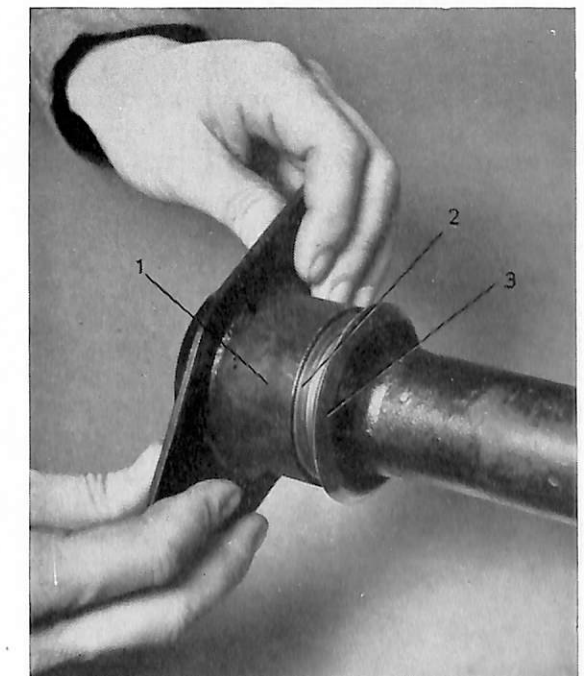
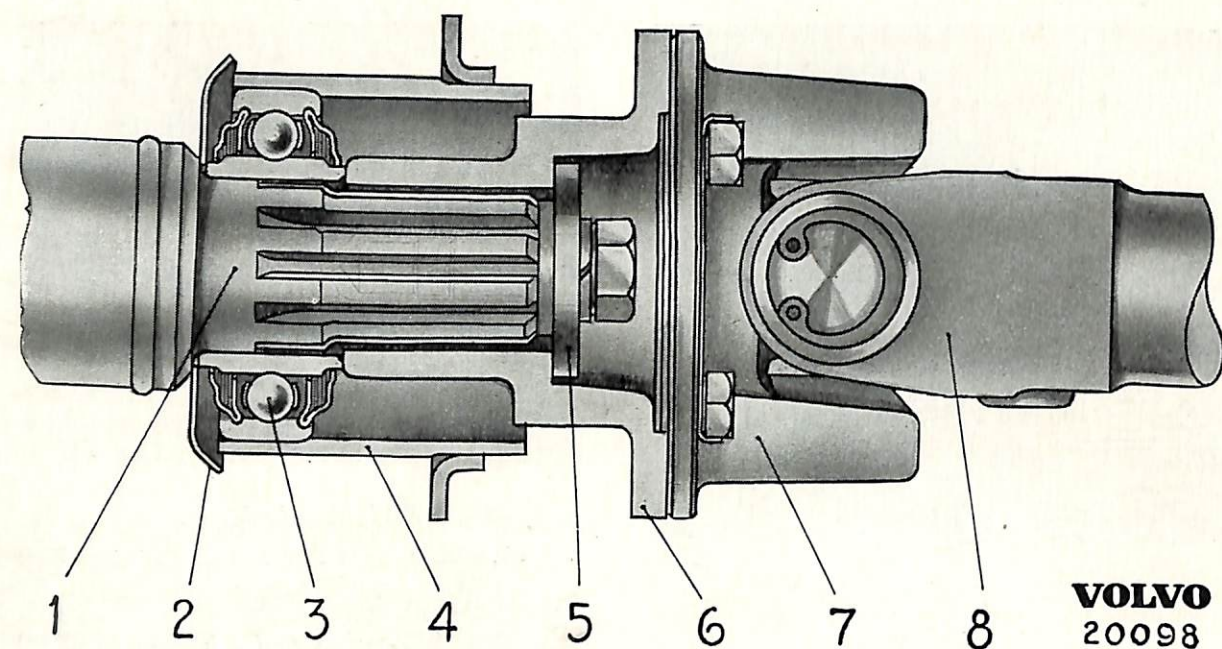

Bild 15. Hopsättning av lagerhus.
Bild 16. Lagerhus med lager.
2. Sätt på stänkskyddet (3, bild 15).
3. Skjut på lagerhus (1) med lager (2).
4. Skjut på medbringaren (6, bild 16). Se därvid till att hålen i denna kommer mitt för hålen i främre knutens medbringare. Använd dorn SVO 4034.